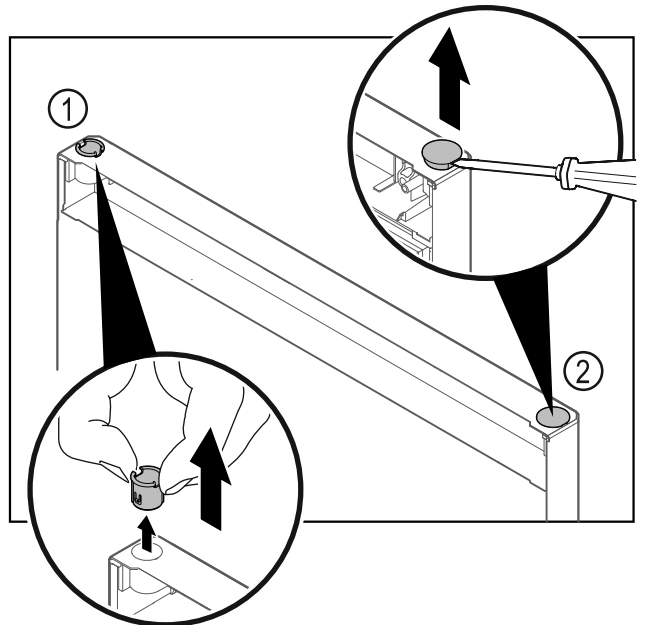

Fig. 21 Hűtőrész ajtaja
- ▶ Húzza ki az ujjával a csuklópánt-perselyt Fig. 21 (1).
- ▶ A fedődugót Fig. 21 (2) egy csavarhúzóval óvatosan emelje meg és húzza ki.